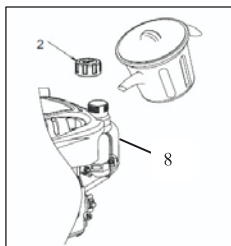

Fig 5
1. Verwijder de dop van de brandstoftank (2).
2. Voeg brandstof toe tot beneden de onderste peilstreep in de nek van de brandstoftank (8). (Zie Fig. 5)
5. Capaciteit (8) brandstoftank: 1,2L (0,317US gal, 0,263UK gal)